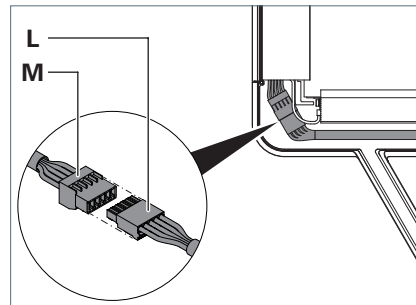

Fig. 7: Leuchtenkopf anschließen, Teil 3.
- ▶ Verbinden Sie die Buchsenleiste **L** mit der Stiftleiste **M** im Leuchtenkopf, siehe Fig. 7.